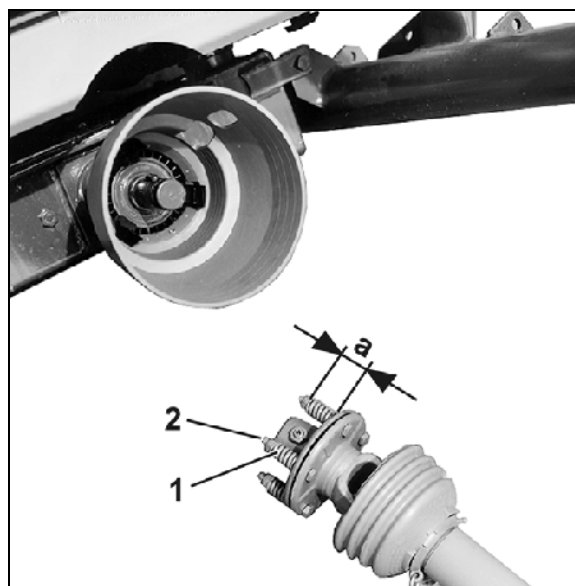

Fig. 83
2. Federn (Fig. 83/1) durch Lösen der Muttern (Fig. 83/2) entlasten.